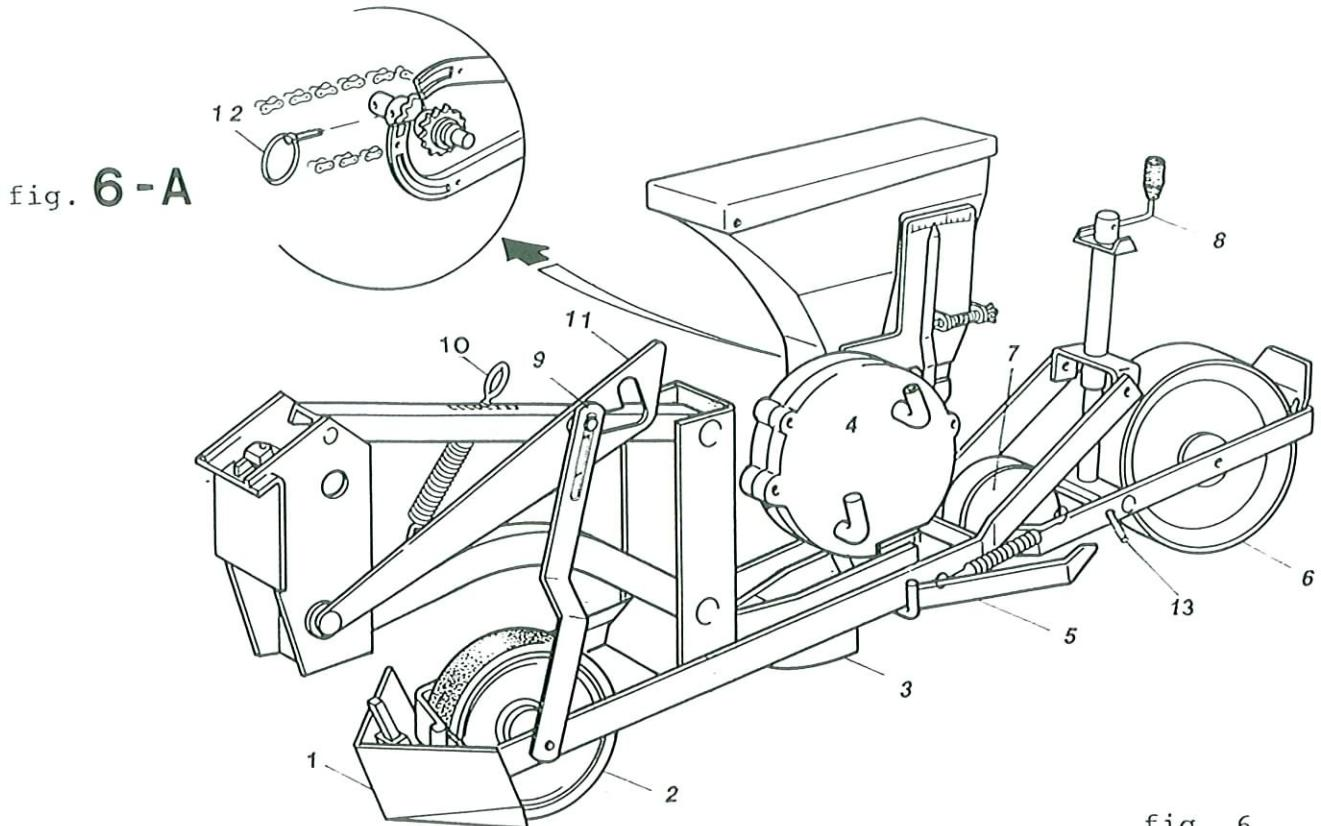
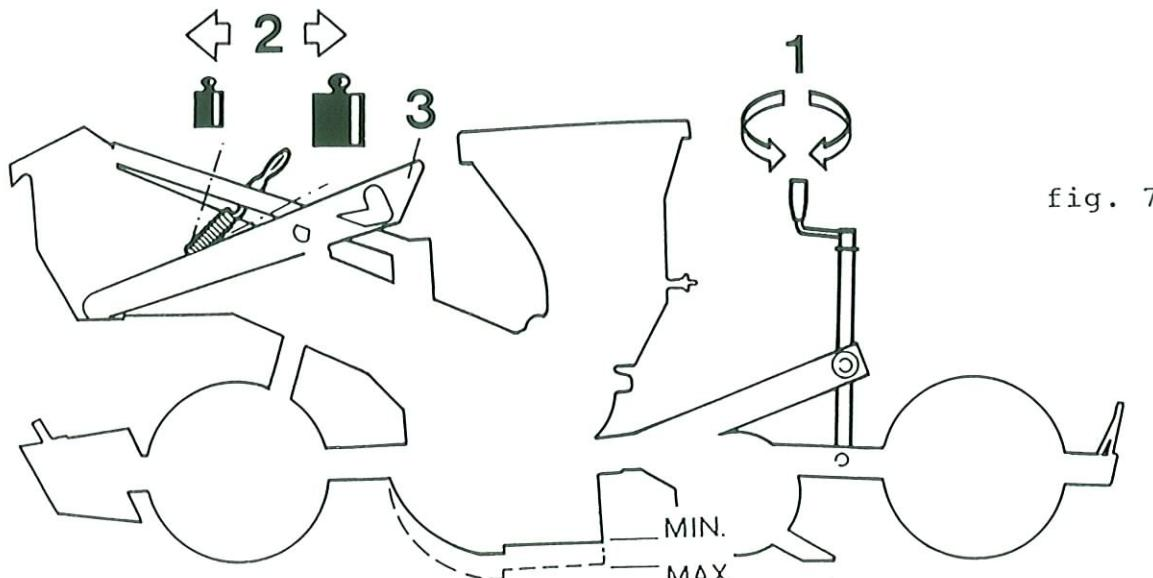

fig. 6
fig. 7
L'indice graduato non indica la profondità in cm, ma serve per regolare tutti i seminatori in ugual misura. Dopo alcuni metri di semina controllare l'esattezza della profondità. Se la penetrazione del falcione assolcatore nel terreno dovesse risultare insufficiente o eccessiva, registrare la tensione della molla (2, fig.7), per modificare la pressione del falcione sul terreno. Se durante la semina il ruotino (7, fig.6) provocasse intasamenti col terreno, si consiglia di escluderlo, utilizzando la spina (13). Regolare la pressione dei coprisemi, agendo sulle relative molle.
Sfilare la spina (12, fig.6/A) dal pignone del distributore semi ed infilarla nel foro esterno dell'albero portapignone. Sollevare ed agganciare il seminatore con la leva (11). Alzare e fermare l'oscillazione del bilanciere con il bloccaggio (3, fig.7).
Check that planting units are perpendicular to the ground, by adjusting the length of the third point arm (fig.2). DEPTH ADJUSTMENT. It is important to place the seed at a proper depth to facilitate sprouting. Move the handle to vary the height of the shoe, thus determining seed depth (1, fig.7).
NOTE! The graduated scale is just for regulating all planting units at the same depth; it does not show any depth measurement (centimeter or inch). After some working meters, check that the seed depth is the one you desire. PRESSURE ADJUSTING SPRING. The action of the shoe becomes more effective by the pressure exerted by the spring (10, fig.6). Pressure needs different adjustments
according to the different working conditions. Penetration into the soil is increased or decreased by varying the position of the spring (2, fig.7). SEED PRESS WHEEL. During planting, if the wheel (7, fig.6) creates clogging, it could be lifted and stopped with latch (13). To adjust pressure of seed coverers operate on their springs.
Unthread the pin (12, fig.6/A) and put it into the outside hole. Lift the planting unit and hook the lever (3).
REGLAGE DE LA PROFONDEUR. pour une bonne émergence des plantules, il est très important que les graines soient mises en place à la profondeur exacte, en le lit de semence. En tournant la poignée de réglage, on fait varier dans le sens vertical la position du soc du semoir, déterminant par là la profondeur à laquelle les graines seront dépausées (1, fig.7). L'échelle graduée n'indique pas la profondeur en centimètres, mais vous permet de régler tous les socs d'un même semoir à un profondeur identique. Après quelques mètres de semis, contrôler l'exactitude de la profondeur.
REGLAGE DE LA PRESSION DU SOC. La force de pénétration du soc dans le terrain dépend directement de la tension imprimée à le ressort. Diverses conditions de travail peuvent conduire à entreprendre un réglage différent de cette force de pénétration, autrement dit de la tension de ce ressort. Pour ce faire, tirer le ressort vers l'avant ou vers l'arrière, selon que vous voulez réduire ou augmenter la force de pénétration du soc (fig.7).